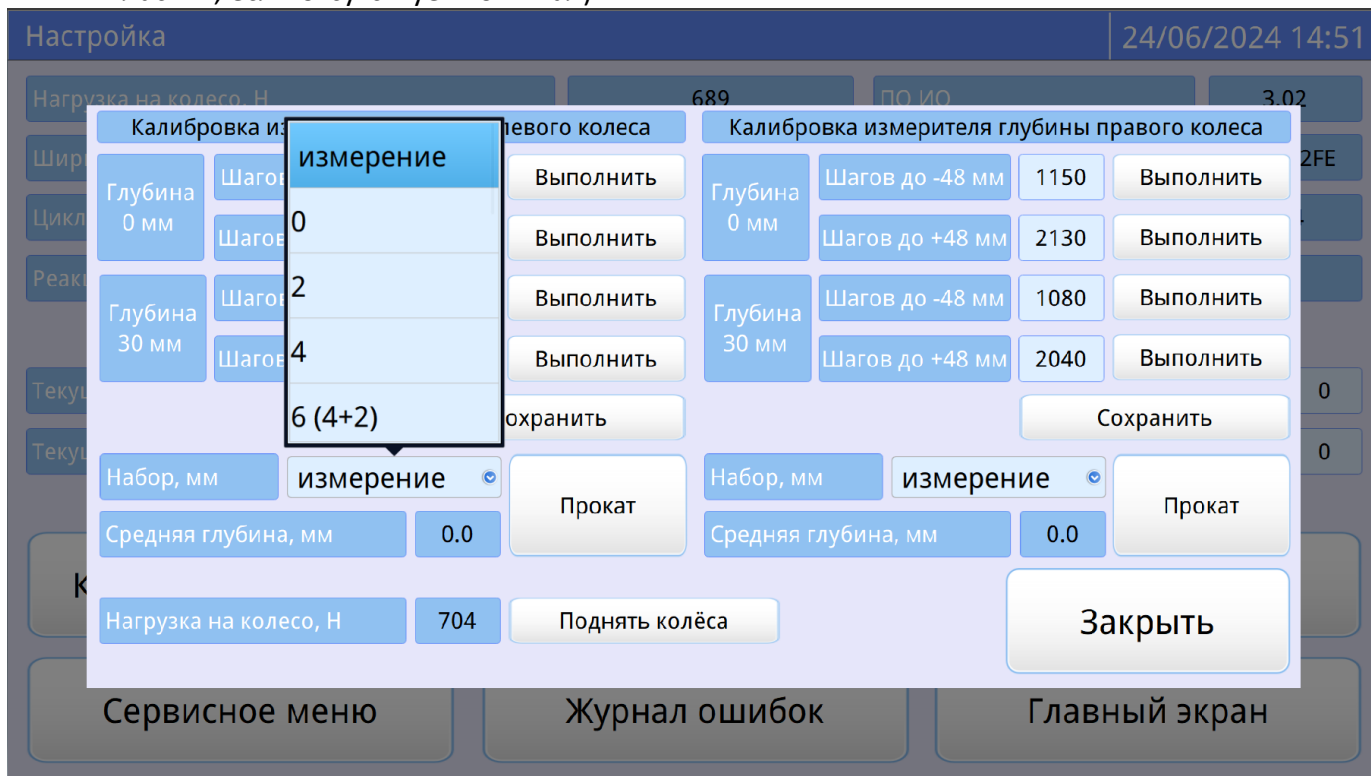

Рисунок 19 – Окно «Калибровка измерителя глубины колес»
- 1) Установить на плиту-основание набор калибровочных пластин с высотой, указанной в поле «Набор, мм», для левой ячейки (см. рисунок 19 – в скобках указан набор необходимых пластин, если отсутствует номинал).